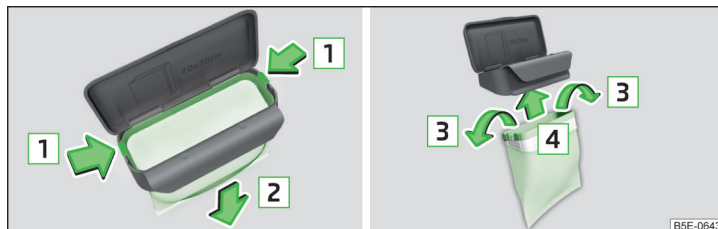

Fig. 84 Înlocuirea pungii
- Comprimați ambele elemente de fixare de pe margine în sensul săgeții » fig. 84.